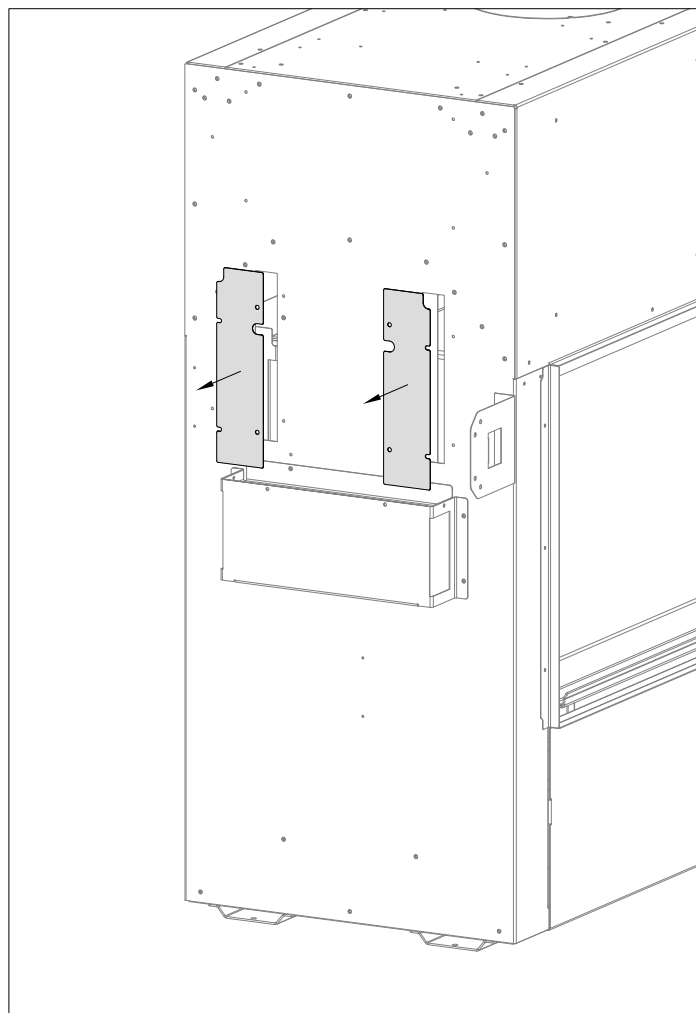

Figure 4.1 - Retrait des couvercles latéraux pour le kit HTK
- La Figure 4.1 montre le retrait des couvercles latéraux pour le(s) kit(s) de transfert de chaleur. Il y a (2) couvercles rectangulaires situés du côté opposé à la sortie d'évacuation sur la paroi externe du foyer. Ces deux couvercles doivent être retirés pour l'un ou l'autre type de kit HTK. Voir le feuillet d'instructions d'installation de la chute d'air HTK-CWST, pour plus d'information.